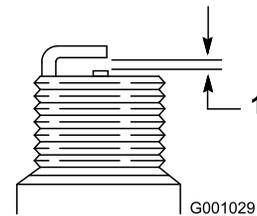

Figure 51
4. Réglez l'écartement des électrodes de la nouvelle bougie à 0,76 mm (0,030 po), comme montré à la Figure 51.